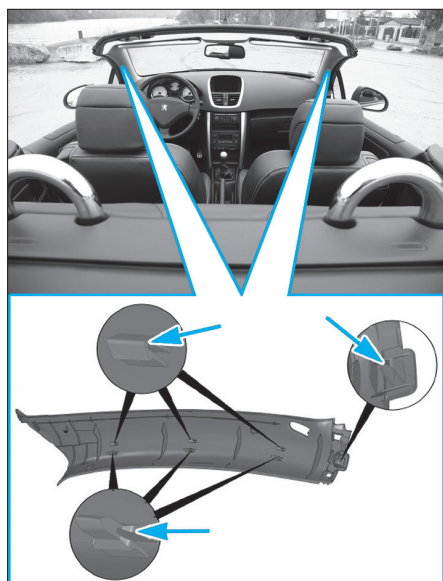

FIG. 15
- De chaque côté, dégrafer comme illustré les garnitures de montant de baie de pare-brise (**Fig.15**).